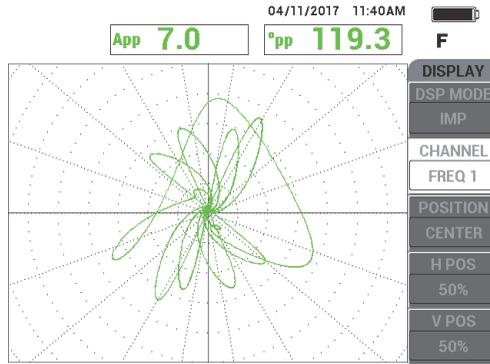

Figura 5-178 Il risultato di scansione con l'anello di supporto sul difetto in FREQ.1
6. Premere il comando NULL (zero) dell'interruttore a pedale e scansionare il tubo. Dovrebbe essere facile individuare il difetto sotto l'anello di supporto (vedere Figura 5-178 a pagina 267).